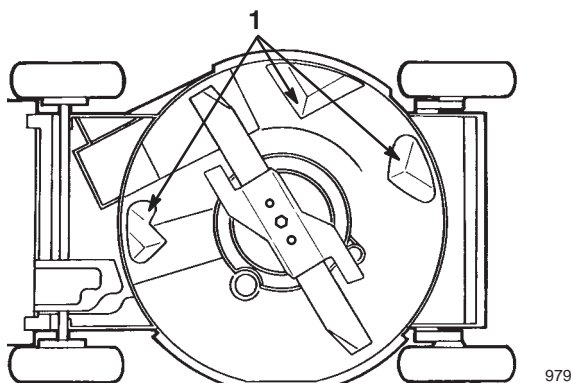

Bild 16
Halten Sie die Unterseite des Schneidwerks sauber. Achten Sie besonders darauf, die Kickers sauber zu halten (Bild 16).
5. Kippen Sie den Rasenmäher auf seine *linke* Seite (Bild 16).